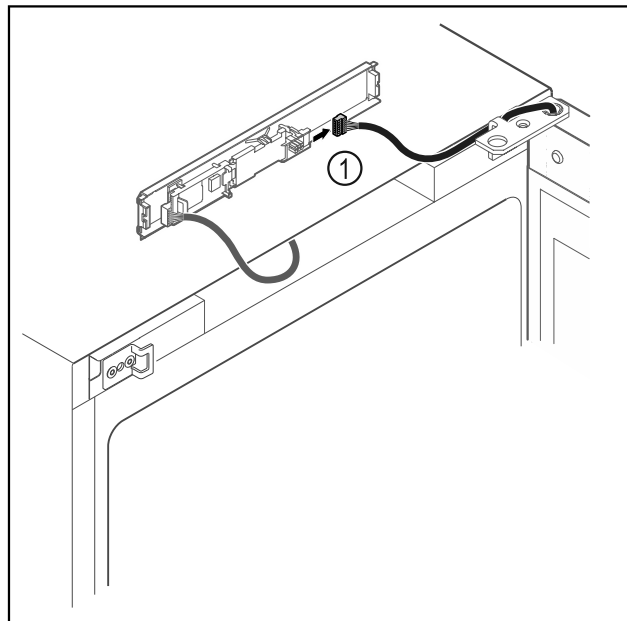

Fig. 14
- ▶ Træk stikket ud af Fig. 14 (1) printkortet.